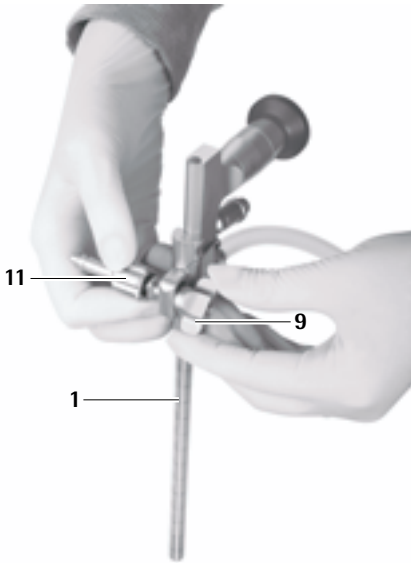

Fig. 19
- Dra åt vingmuttern **10** tills fästarmsadaptorn **11** sitter fast, se Fig. 19.